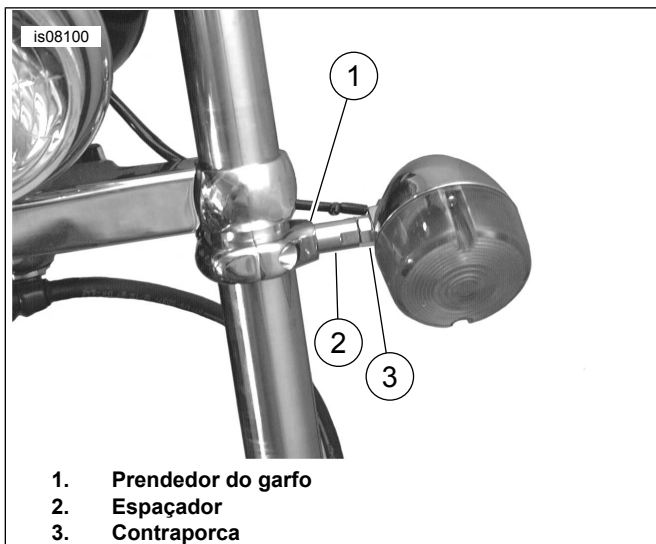

Figura 1. Piscas instalados
3. Veja Figura 1. Rosqueie os espaçadores com as contraporcas nos alojamentos das lâmpadas.